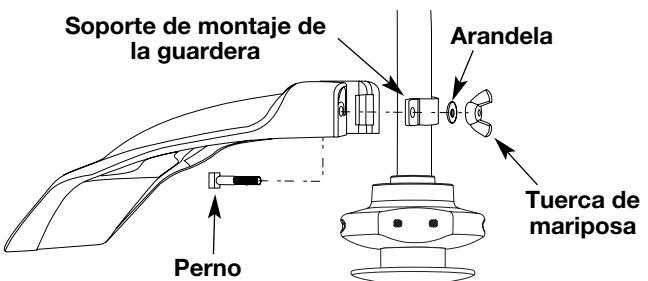

Fig. 5
- Desde el interior del protector del accesorio de corte, empuje el perno cuadrado a través del orificio hasta que el extremo con roscas sobresalga a través del soporte de montaje de la guardera (Fig. 5).